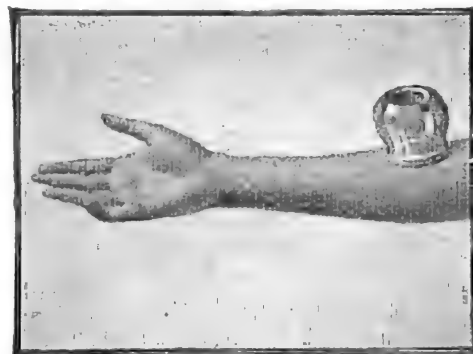

Fig. 30. — Effets de la ventouse.
**8. Ventouse.** — Une *ventouse* est un vase en verre que l'on place sur un point quelconque du corps (fig. 30) pour y attirer le sang par un jeu de pression atmosphérique.